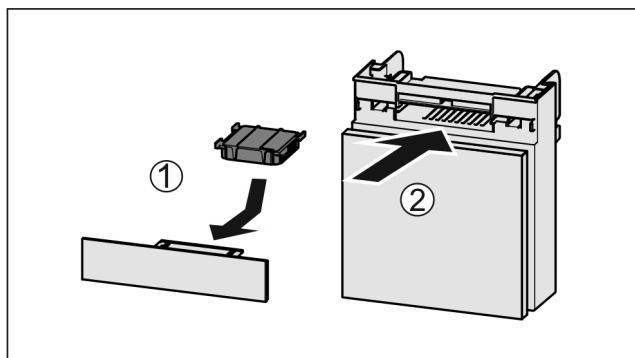

Fig. 208
- ▶ Установите фильтр с активированным углем, как показано на рисунке Fig. 208 (1).
- ▶ Вставьте отделение Fig. 208 (2).